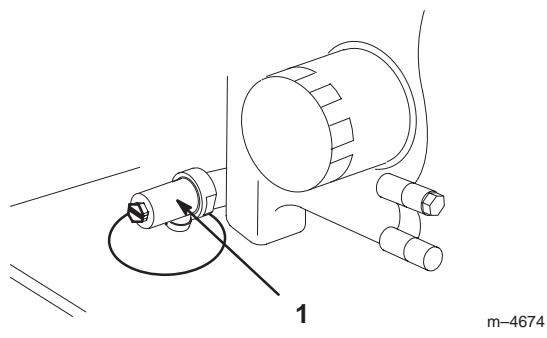

Bild 39
3. Stellen Sie ein Auffanggefäß unter die Verschluss-schraube. Öffnen Sie das Ventil entweder mit einem Flachschraubenschlüssel, einem 3/8"-Schlüssel oder einem 10 mm Schlüssel (Bild 39).
4. Drehen Sie das Ventilende im Uhrzeigersinn, um das Ventil zu schließen. Drehen Sie das Ventilende entgegen dem Uhrzeigersinn, um das Ventil zu öffnen (Bild 39).
5. Schließen Sie das Ablassventil, sobald alles Öl abgelaufen ist (Bild 39).